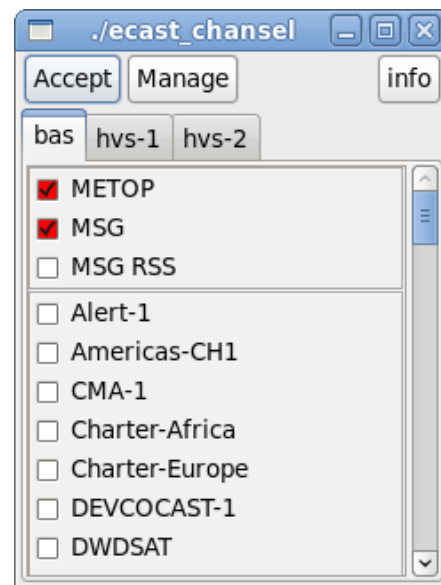

Fig.1. De selector, gestart met 3 kanaalsets.
- Bij starten van *ecast_chansel* wordt *cast-client_bas.ini* ingelezen; alle kanalen die in dit bestand actief zijn krijgen een knop. (Zie fig. 1.)
In het hoofdvenster worden eerst alle kanalen met een bijnaam getoond, en daaronder de rest van de kanalen. Op die manier kunnen alle belangrijke kanalen bovenaan worden gezet, onafhankelijk van waar ze in het ini-bestand staan. In fig. 1 hebben 3 kanalen een bijnaam gekregen: METOP, MSG en MSG RSS.